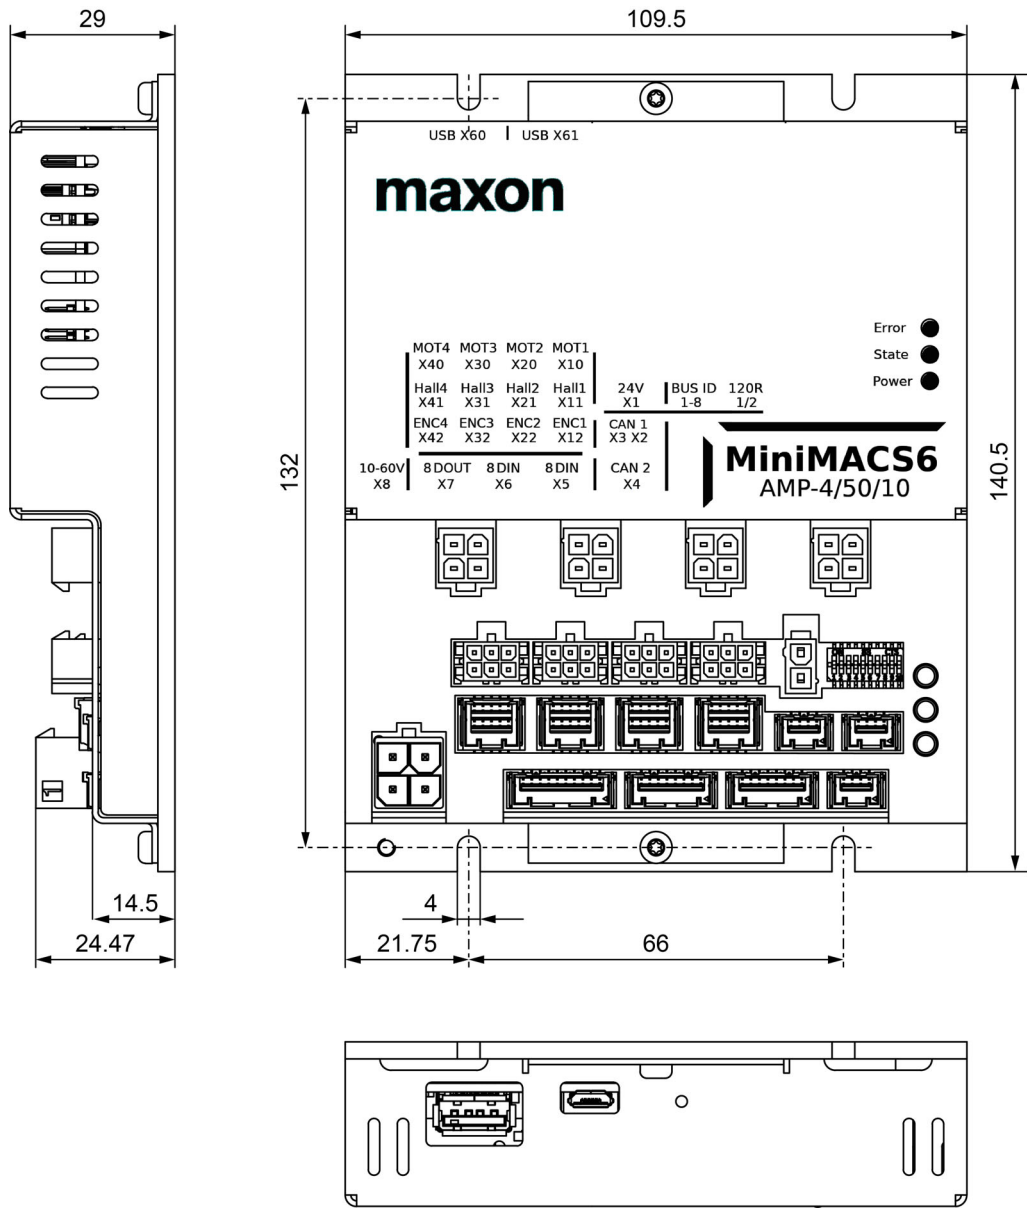

図 2-2 MiniMACS6-AMP-4/50/10 (001755) – 外形寸法 [mm] (第一角法)
- 型番 (001755) → 図 2-2 2-14 ページ